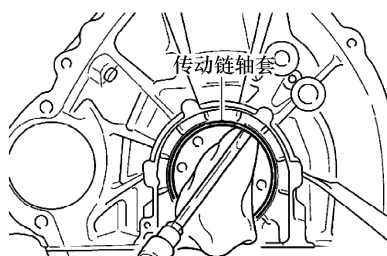

图 10-19 拆卸传动轴套
4) 拆卸机油泵传动链张紧轮,传动链轴套和机油泵传动链弹簧,如图 10-19 所示。